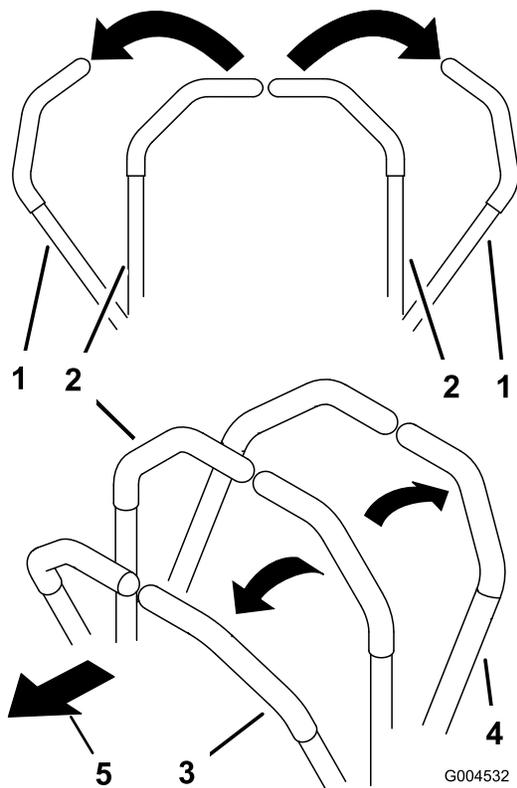
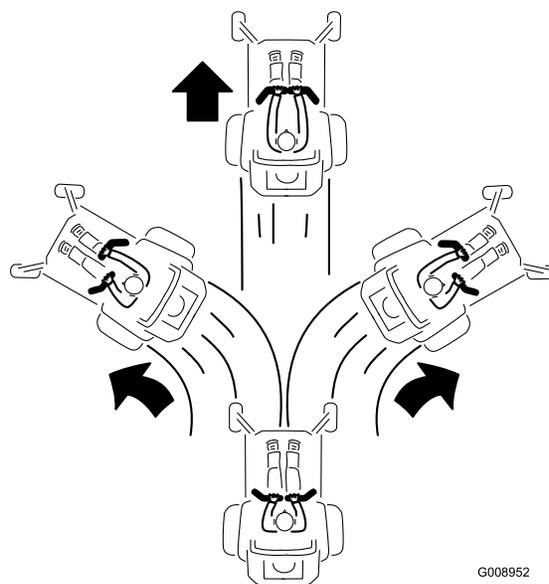

Figura 16
Figura 18
2. Per fare marcia avanti spingete lentamente in avanti le leve di controllo del movimento ((Figura 16 e Figura 18).
Per spostarvi in linea retta, applicate una pressione identica su entrambe le leve di controllo del movimento (Figura 16 e Figura 18).
Per girare, rilasciate la pressione sulla leva di controllo del movimento verso la direzione in cui volete voltare (Figura 16 e Figura 18).